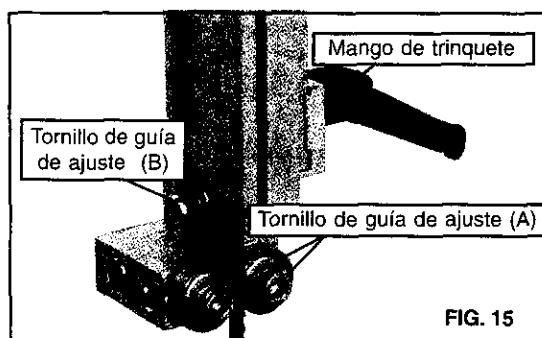

FIG. 15
- a. Para ajustar los guías de filo superior, Primero lugar los guías derecho e izquierdo relativamente para el filo por aflojar la rueda Fig 15 y mover el caril guía hasta ambos guías están aproximadamente 1/16" detrás de garganta de sierra de filo.
- b. Seleccionar ambos guías de roller con menos de 1/32" de sierra de filo aflojando el tornillo de ajuste de guía (A) Fig.15 sobre cada lado de sierra de filo. No seleccionar guía de roller demasiado cerca debido que éste afecta desfavorablemente la vida de sierra de filo.
- c. Ajustar guía de roller para estar claro detrás de sierra de filo desbloqueando los tornillos de ajuste de guía. (B) Fig. 15
- d. Cuando la ajustación correcta se encuentra, bloquear el parte posterior de guía de rueda en posición con el tornillo de guía de ajuste (B) Fig.15